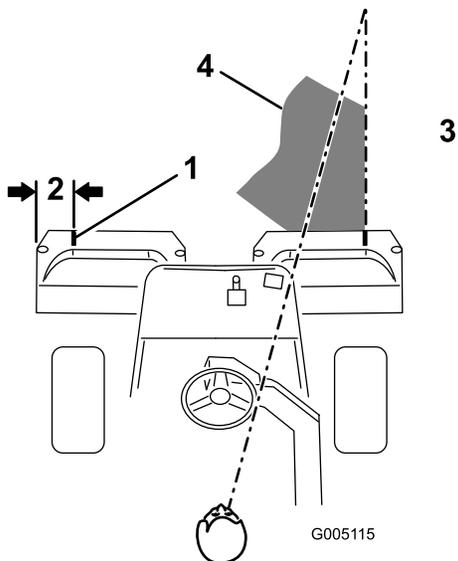

図 40
2. その位置に白色テープか白ペンキで集草箱の縁と平行に目印を入れる（図 40）。
3. 行きと帰りでのオーバーラップができるだけ小さくなるように運転します。隣の列との距離を一定に保って直進するには、本機の前方向約2~3mを視野に捕らえておくのがポイントです（図 40および図 41）。ハンドルを目印にして距離を合わせても良いでしょう。その場合、ハンドルの縁と本機前方の目標ラインとを重ねて見ながら運転します（図 40および図 41）。